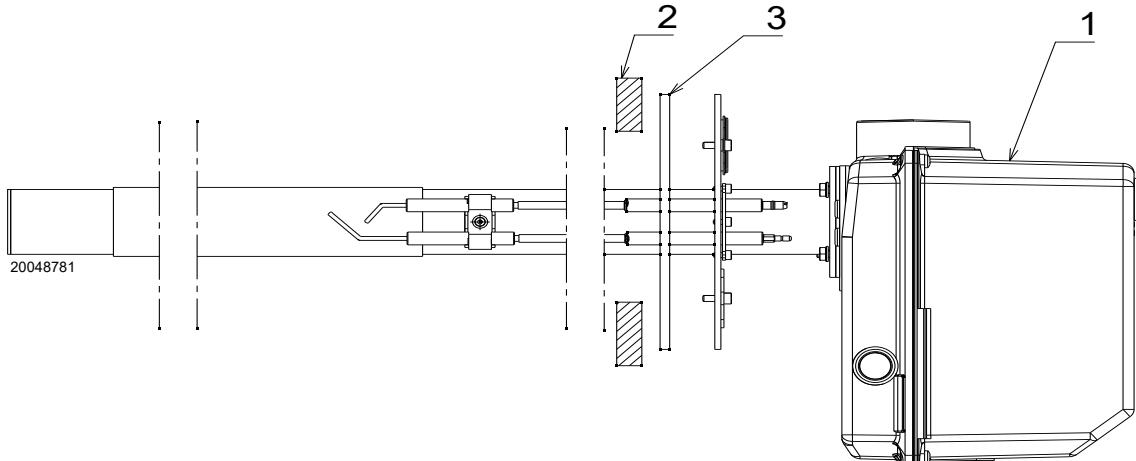

Fig. 8
- Fissare il bruciatore 1)(Fig. 8) alla portina della caldaia 2) mediante 4 viti e (se necessario) 4 dadi, interponendo lo schermo isolante 3).